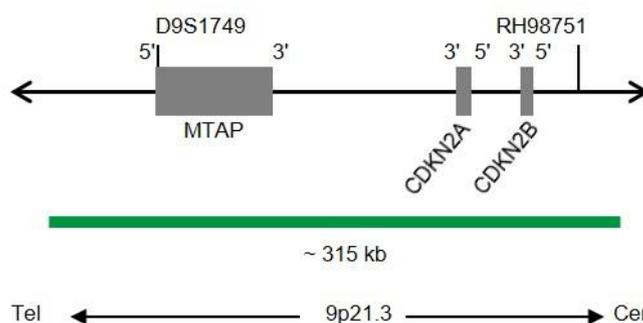

Fig. 1: SPEC CDKN2A Mapa de la sonda (no está a escala)
- Polinucleótidos marcados en verde (excitación a 503 nm/emisión a 528 nm) ZyGreen (~10,0 ng/ μ l), dirigidos a secuencias localizadas en 9p21.3* (chr9:21,742,629-22,056,853) que albergan la región del gen CDKN2A (ver Fig. 1).